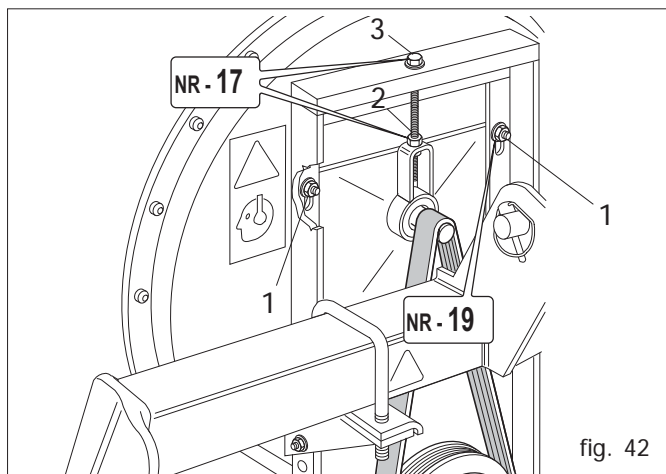

fig. 42
El aspirador (Fig. 42) crea el vacío en el interior de los distribuidores, permitiendo a las semillas que vengan absorbidas por los agujeros del disco. El estado de tensión y de desgaste de la correa es determinante en cuanto se refiere al rendimiento del aspirador y por lo tanto al buen resultado de la siembra. **Una correa tensa correctamente no debe ceder a la presión de la mano.**
- Aflojar los 4 tornillos (1 Fig. 42)
- Aflojar la tuerca (2 Fig. 42)
- Colocar en tracción la correa en-grapando el tornillo (3 Fig.42)
- Controlar la tensión de las correas del aspirador (Fig. 42).